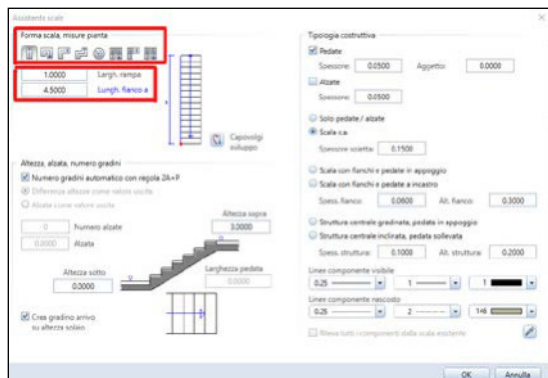

Fig. 39
- Cliccando sull'icona compare una finestra in cui si possono scegliere il tipo di scala, la lunghezza, la larghezza e molti altri parametri (Fig. 39).